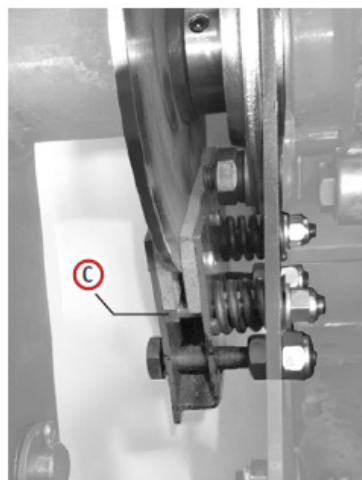

Fig.5b
3. El frenodel anudador (C) (Fig. 5b) está demasiado apretado o bloqueado. Revise el ajuste del freno del anudador en el capítulo 4.8.5.